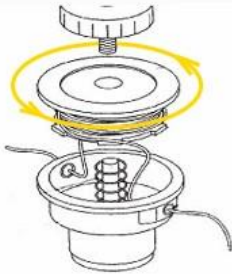

Рисунок 3
- наматывайте леску на шпулю по направлению, указанному стрелкой (см. рисунок 3), следя за